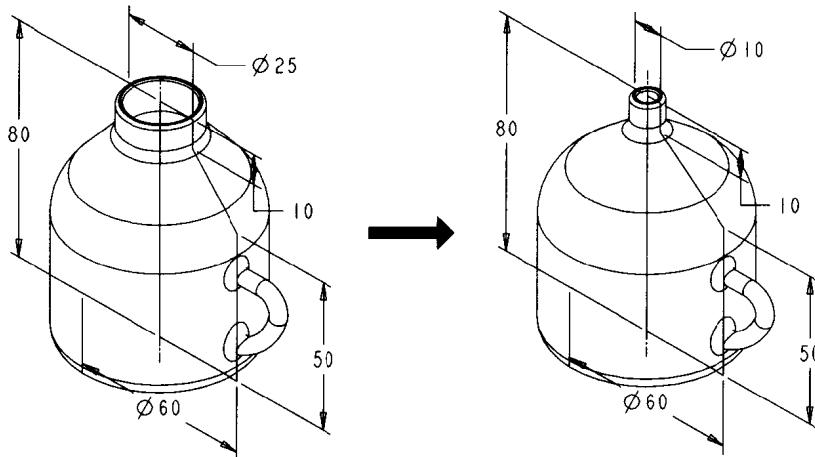

图1.12
(1) 改变水壶瓶口造型：如图 1.12 所示，可以借助水壶瓶口直径尺寸的修改，来改变水壶瓶口造型。